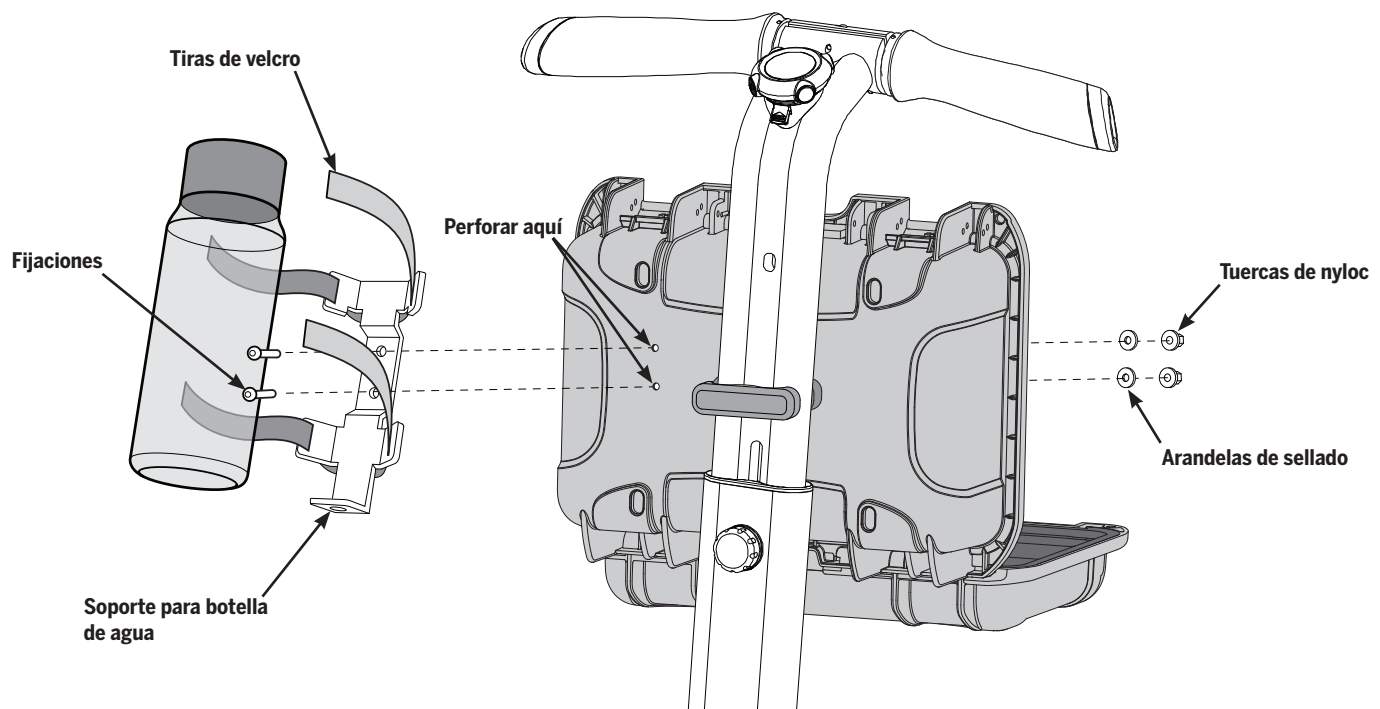

Ilustración 21: Instalación del soporte universal para botella de agua
3. Instale el soporte para la botella de agua en la caja utilizando dos fijaciones de 16 mm, dos arandelas de sellado y dos tuercas de nyloc, tal y como se muestra en la **Ilustración 21**. Apriete las fijaciones a **6,0 N-m (4,4 pies-lbf)**.